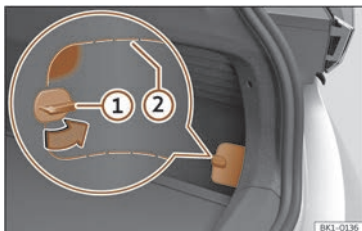

Fig. 72 A la part dreta inferior del revestiment del maleter: coberta amb línies de tall.
- Gireu 90° el tancament de la coberta >>> **fig. 72 ①**.
- Premeu la superfície cap endins per sobre del tancament >>> **fig. 72** (zona remarcada).
- Introduïu la mà per l'obertura i desprengueu la coberta estirant-la. Si escau, apliqueu un objecte adequat per les línies de tall >>> **fig. 72 ②**.